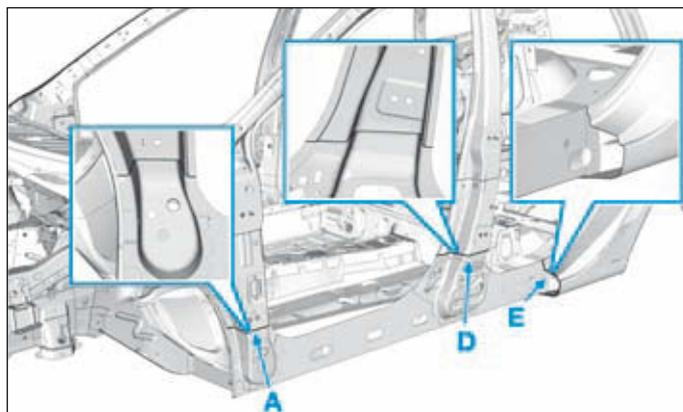

FIG.40
- Tenir compte du détail de coupe (Fig.40).